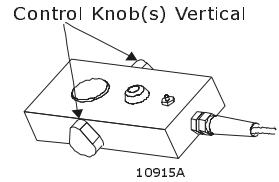

Abbildung 6: Kontrollknöpfe
- Die Kontrollknöpfe befinden sich in der vertikalen Position (siehe Abbildung 6:).